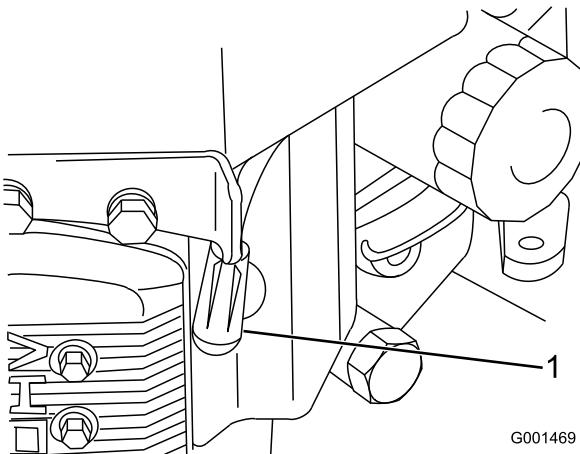

Figure 31
- Débranchez les bougies (Figure 31).